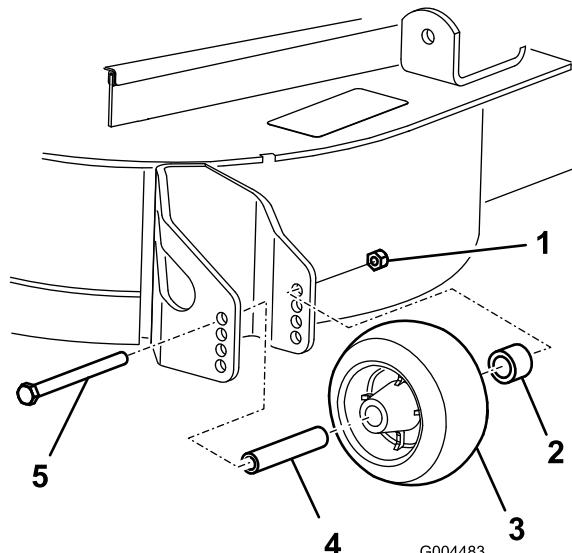

Figura 23
- Después de ajustar la altura de corte, ajuste los rodillos retirando la tuerca con arandela prensada, el casquillo, el espaciador y el perno (Figura 23).
- Instale la tuerca con arandela prensada, el casquillo, el espaciador y el perno. Apriete a 54–61 Nm (Figura 23).